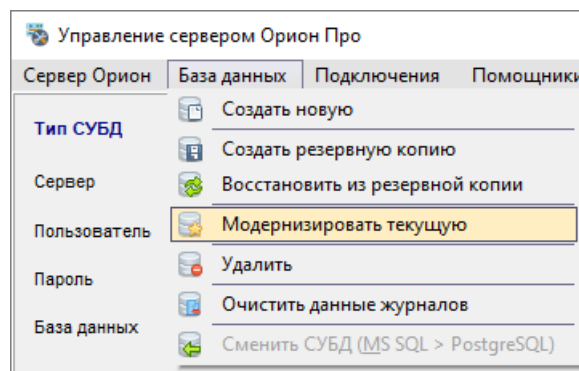

Рисунок 4-61 Переход к модернизации БД
- 1) выберите в меню «База данных» (см. п. 4.3.1.2) пункт «Модернизировать текущую» (см. Рисунок 4-61);